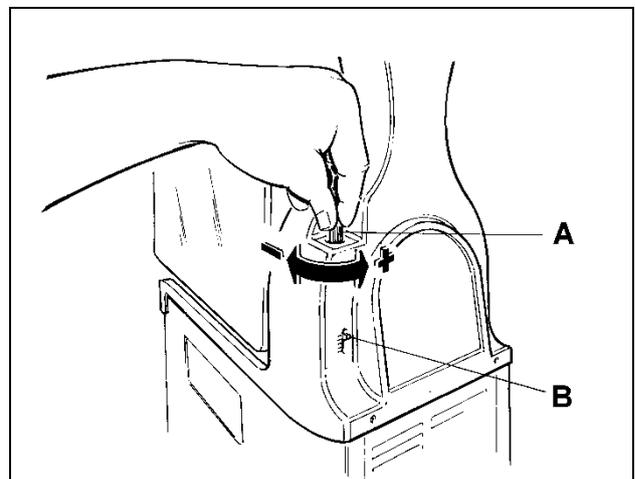

Fig. 27
- b) **Réglage de la consistance:** pour régler la consistance du produit, agir sur le pommeau de réglage A situé à l'arrière de la machine (fig. 27); comme l'indique l'échelle B, si on le tourne dans le sens des aiguilles d'une montre, le produit deviendra moins dense, si c'est le contraire, il deviendra plus dense.